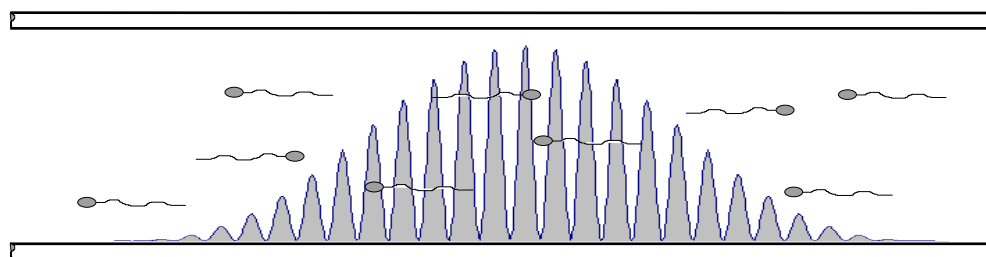

Рис. 1. Принципиальная схема прибора.
Принципиальная схема устройства показана на рисунке 1А. Эякулят добавляется в специальную стеклянную камеру (глубина камеры 200 мкм) и под действием капиллярных сил заполняет рабочую область. Интенсивность света в рабочей области камеры модулирована периодической функцией (Рис. 1Б). При движении клетки вдоль рабочей области камеры возникают периодические колебания оптической плотности. Частота этих колебаний зависит от скорости движения клетки и периода модуляции света (в указанном устройстве периодичность модуляции света составляет 15 мкм). Колебания интенсивности света регистрируются фотоприемником, затем поступают в аналого-цифровой преобразователь и далее в компьютер. После спектрального анализа сигнала, по его мощности в заданном диапазоне частот определяется количество клеток, движущихся в заданном диапазоне скоростей. Анализ флуктуаций оптической плотности, вызванных движением клеток через оптический канал, позволяет, также, определить концентрацию клеток в образце. Этот метод применялся ранее для определения концентрации клеток крови (5).